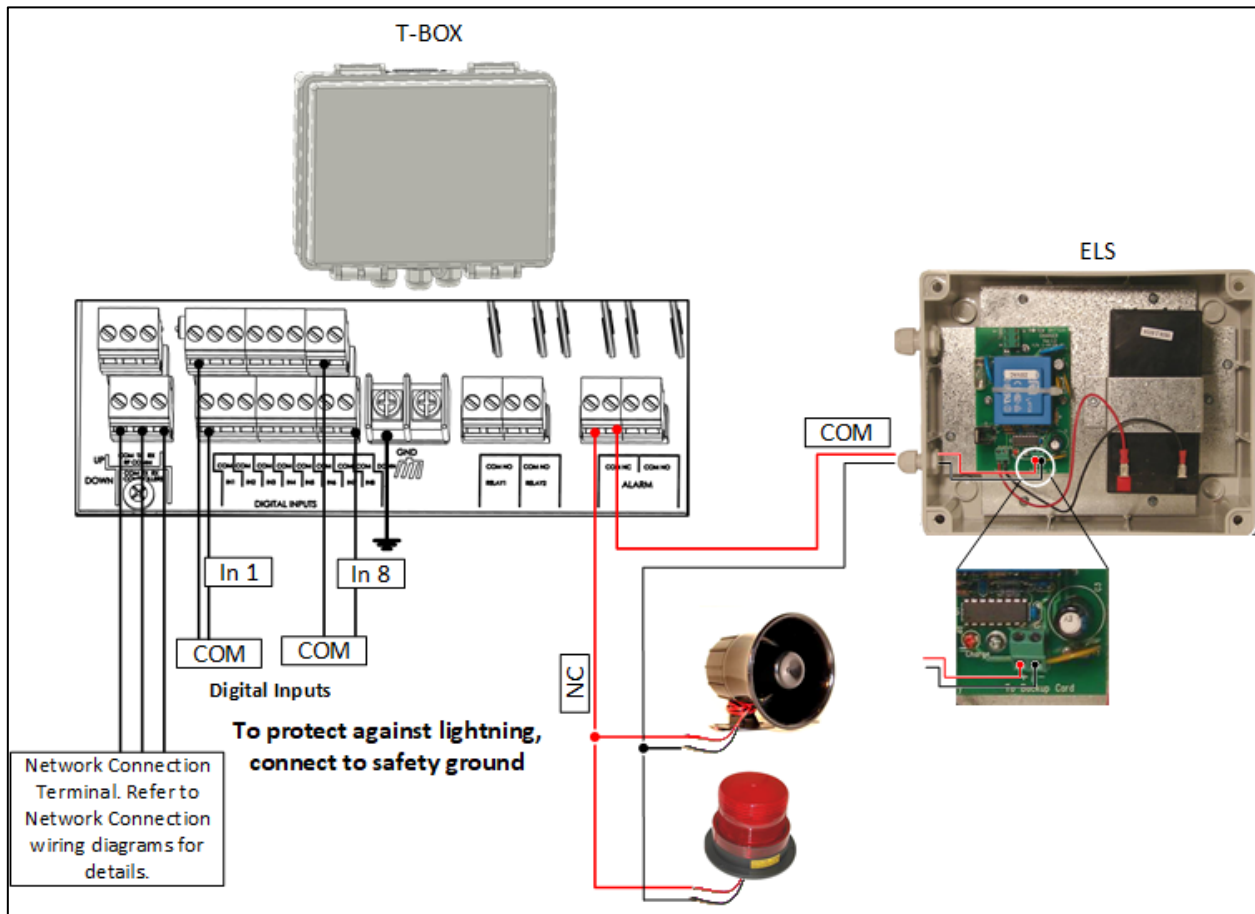

Figura 18: Diagrama de fiação da T-Box com ELS
Se necessário, conecte a T-Box a dispositivos externos e um sistema ELS (Figura 18).
2. Conecte os dispositivos conforme mostrado na Figura 18.